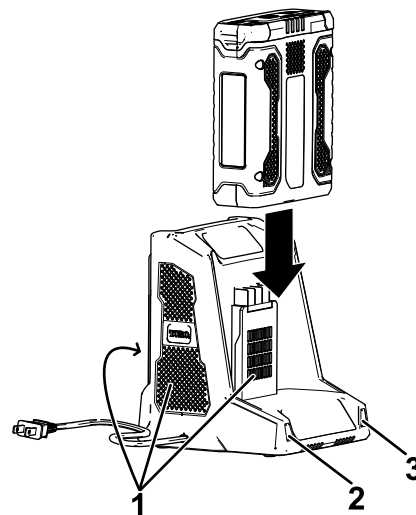

Bild 11
5. Schieben Sie das Akkupack in das Ladegerät, bis es einrastet (Bild 11).